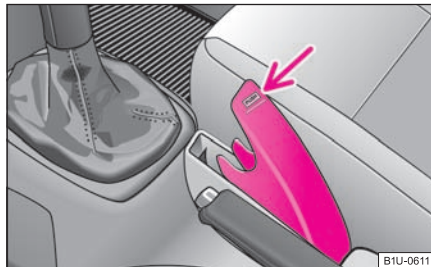

Fig. 94 Consola centrală:
- Apăsați pe capacul compartimentului, pe săgeată, compartimentul se deschide, resp. se închide ⇒ fig. 94.